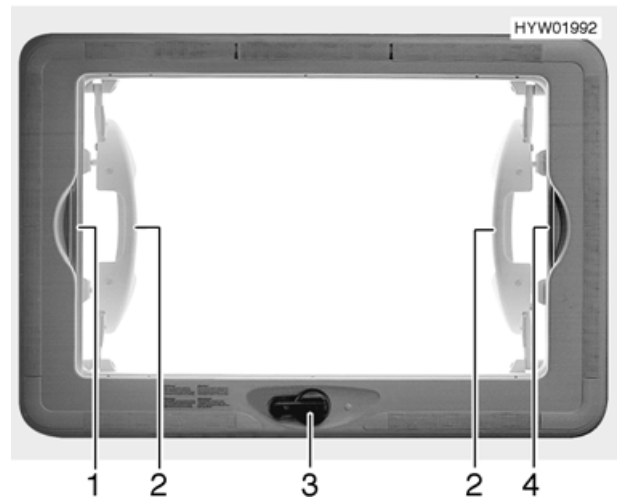

Bild 33 Hebe-Kippdach
- Handkurbel (Bild 33,3) drehen, bis Widerstand spürbar ist (max. Öffnungswinkel 70°).
- ▷ Das Hebe-Kippdach darf nur mit beiden Händen an den Griffen (Bild 33,2) bedient werden.
- Faltverdunklung am Griff (Bild 33,1) zum gegenüberliegenden Griff des Insektenschutzrollos (Bild 33,4) ziehen und einrasten lassen.
- Griff der Faltverdunklung (Bild 33,1) aushängen.
- Insektenschutzrollo am Griff (Bild 33,4) zum gegenüberliegenden Griff der Faltverdunklung (Bild 33,1) ziehen und einrasten lassen.
- Insektenschutzrollo am Griff der Faltverdunklung (Bild 33,1) aushängen.
- Insektenschutzrollo am Griff (Bild 33,4) langsam zurückführen.